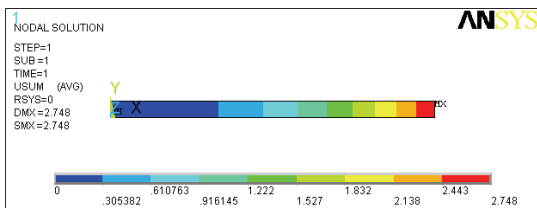

图 6-26 合位移等值线图
4) 选择 Main Menu | General Postproc | Plot Results | Contour Plot | Nodal Solu 命令, 出现 Contour Nodal Solution Data 对话框, 在 Item to be contoured 列表框中选择 Nodal Solution | DOF Solution | Displacement vector sum, 单击 OK 按钮, ANSYS 窗口将显示如图 6-26 所示的合位移等值线图。